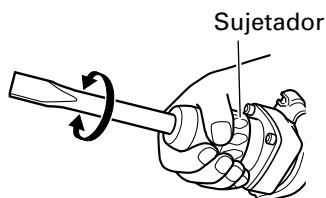
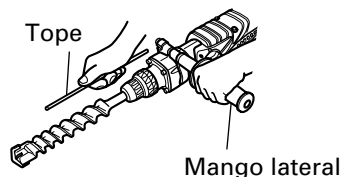

Fig. 9
Fig. 10
- (c) Gire la palanca selectora como se muestra en la Fig. 9 y fije la herramienta en la dirección de travajo deseada.
- (d) Cambia la palanca selectora a "martilleo" de acuerdo con los procedimientos mencionados en el ítem (1) anterior y asegure la posición de la herramienta.
5. Instalar el tope (Fig. 10)